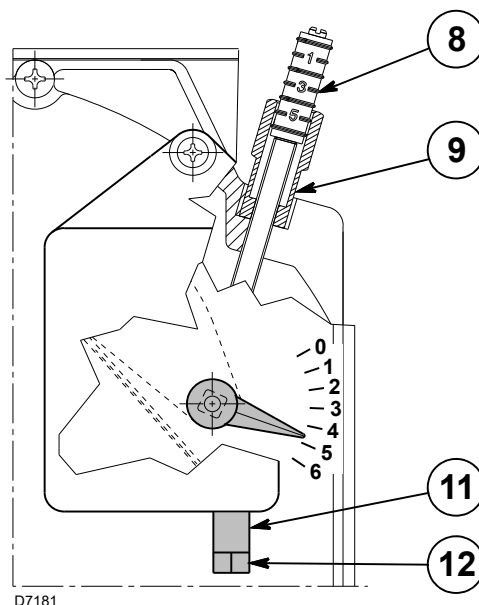

Рис. 15
При первичном запуске горелки положение воздушной заслонки 1-ой ступени, которая регулируется винтом 12)(Рис. 15), должна быть установлена выше метки 1, (заводская калибровка выполнена на метке 1).
- Ослабьте гайку 9) и при помощи винта 8)(Рис. 15) отрегулируйте подачу воздуха на 2-ю ступень (см. значения CO₂ в Табл. Т).
- Отрегулируйте 1-ю ступень при помощи винта 12), предварительно ослабив (по часовой стрелке) гайку 11)(Рис. 15). Для регулировки используйте значения CO₂ в приведенной ниже таблице.
- По достижении оптимальной регулировки затяните (против часовой стрелки) гайку 11)(Рис. 15). При выключении горелки воздушная заслонка закрывается автоматически за счет собственного веса, максимальное разрежение дваления в дымоходе при этом достигнет 0,5 бар.